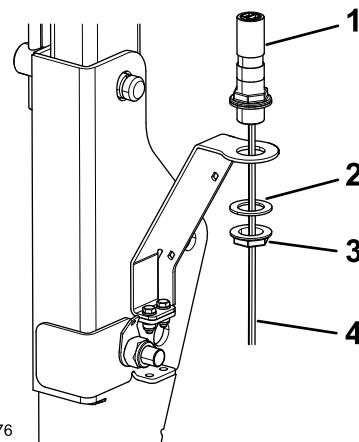

Figura 4
1. Instale la base de la baliza en el soporte de la baliza (Figura 4).